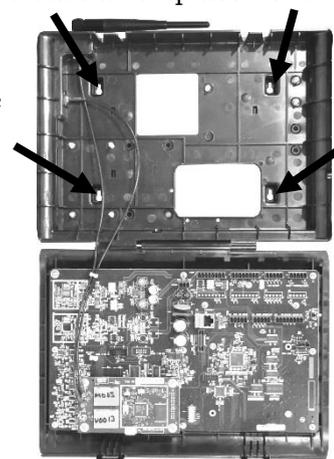

Figure 17. Station de base ouverte montrant les quatre trous de vis
1. Appuyez la station de base contre le mur, avec sa porte ouverte, et marquez le mur à travers les quatre trous de vis à l'arrière du boîtier, comme illustré à la **figure 17**.